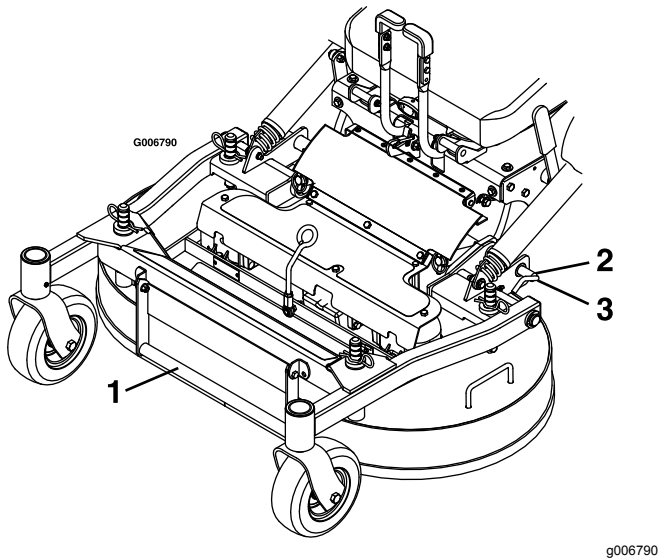

Figura 11
- Libere los pasadores de bloqueo de la carcasa de corte a cada lado (Figura 11).
- Presione los pasadores de bloqueo de la carcasa hacia dentro y gírelos hacia delante para bloquear la carcasa del cortacésped en la posición baja (Figura 11).